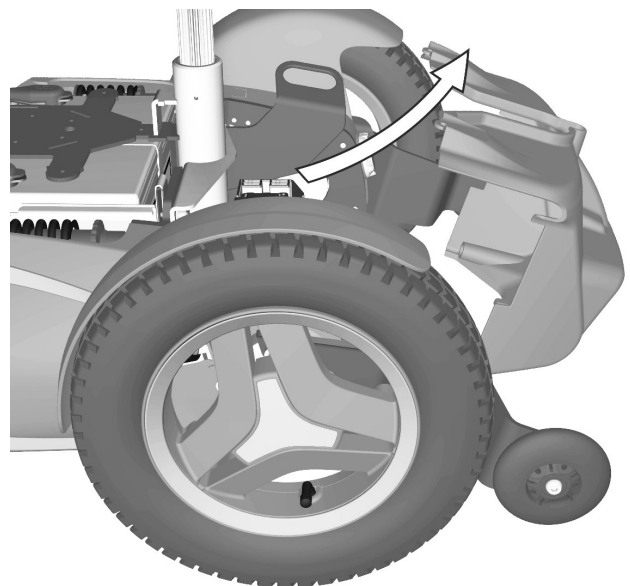

Abbildung 7. Vordere Fahrgestellabdeckung
6. Vordere Abdeckung vom Fahrgestell heben/ziehen. Siehe Abbildung. 7. Darauf achten, dass die Abdeckung teilweise an der Innenseite des Fahrgestells montiert ist.
1. Die vordere Fahrgestellabdeckung am Fahrgestell montieren. Siehe Abbildung. 7. Darauf achten, dass die Abdeckung teilweise an der Innenseite des Fahrgestells montiert ist.